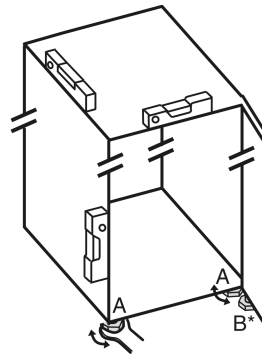

Fig. 24
- Az állítható lábakat Fig. 24 (A) a mellékelt villáskulccsal és egy vízmérce segítségével csavarja ki addig, amíg a készülék szilárdan és egyenesen be nincs igazítva.
- A csapágybak állítható lábát Fig. 24 (B) a mellékelt villáskulccsal csavarja ki úgy, hogy a padlón feküdjön.
- Az állítható lábat Fig. 24 (B) forgassa tovább 90°-kal.